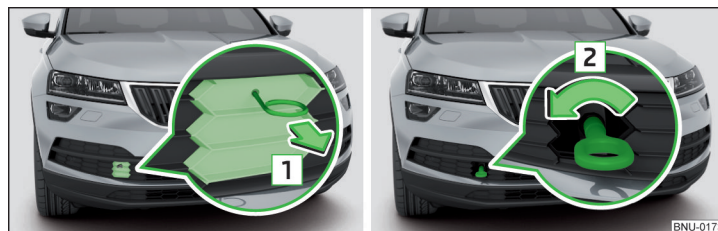

Fig. 328 Retirer la grille / monter l'oeillet de remorquage
- Pour le **retrait**, insérez les étriers des caches de roue dans l'évidement dans la grille de protection et retirez la grille de protection dans le sens de la flèche 1 » fig. 328.
- Pour le **montage**, vissez l'oeillet de remorquage manuellement à fond dans le sens de la flèche 2 » fig. 328 » I.